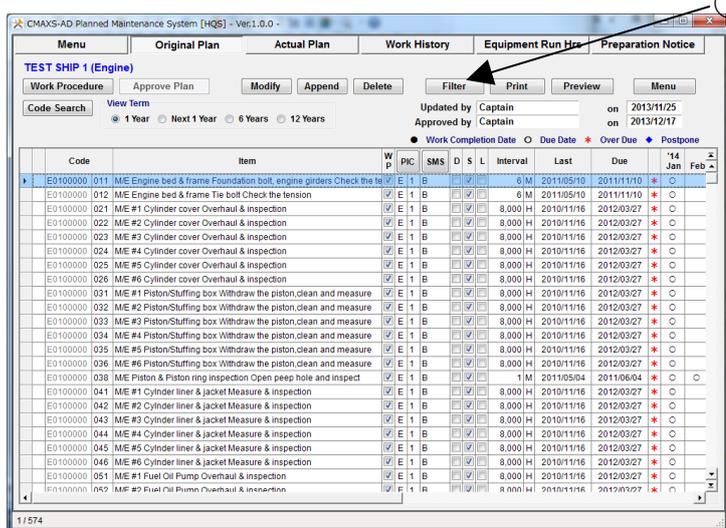

図 14-3 Original Plan 画面
- ① “Original Plan 画面”、“Actual Plan 画面”または“Work History 画面”(図 14-3)の[Filter] ボタンを選択してください。
- ② “Filter 画面”が表示されますので、抽出条件を選択/入力し、[OK]ボタンをクリックしてください
- ③ 上記②で設定した条件下で、各画面に抽出結果が表示されます。